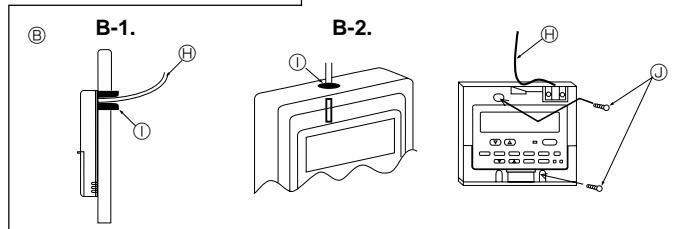

Fig. 6-3
(2) Замажьте сервисный вход в пульт дистанционного управления замазкой для предотвращения попадания капель росы, воды, а также тараканов или червей. (Fig. 6-3)
##### [Fig. 6-3]